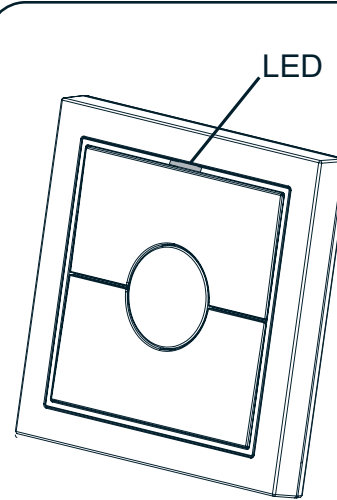
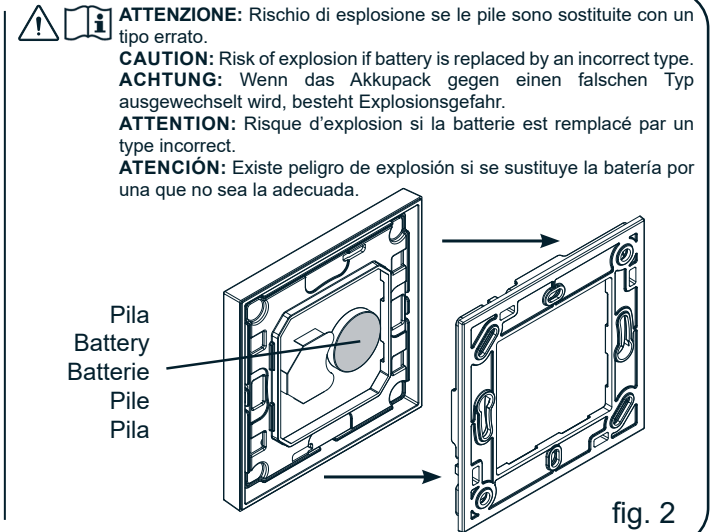

fig. 1
fig. 2
2.0 POWER SUPPLY - Remote control GIRO Wall works with battery Lithium 3V type CR2430 (fig. 2). During the transmission the white LED (fig. 1) always lights up, blinking if batteries are low. Replace the batteries only
2.0 STROM - Der Wandfunktaster GIRO Wall funktioniert mit einer 3V Lithiumbatterie CR2430 (fig.2). Während der Sendung des Signals leuchtet der weiße LED (fig.1) auf und bei sich entladender Batterie blinkt das
2.0 ALIMENTATION - L'émetteur GIRO Wall fonctionne avec une pile au lithium 3V CR2430 (fig.2). Pendant la programmation, si la pile est chargée, la led blanche reste allumée; si la pile est presque déchargée,
2.0 ALIMENTACIÓN - El emisor GIRO Wall funciona con una pila de Litio 3V CR2430 (fig. 2). Durante la transmisión el LED blanco (fig. 1) permanece encendido de forma fija, si la pila está cargada, y parpadea cuando la pila se está agotando. Para sustituir la pila
**GIRO Wall (fig. 1)